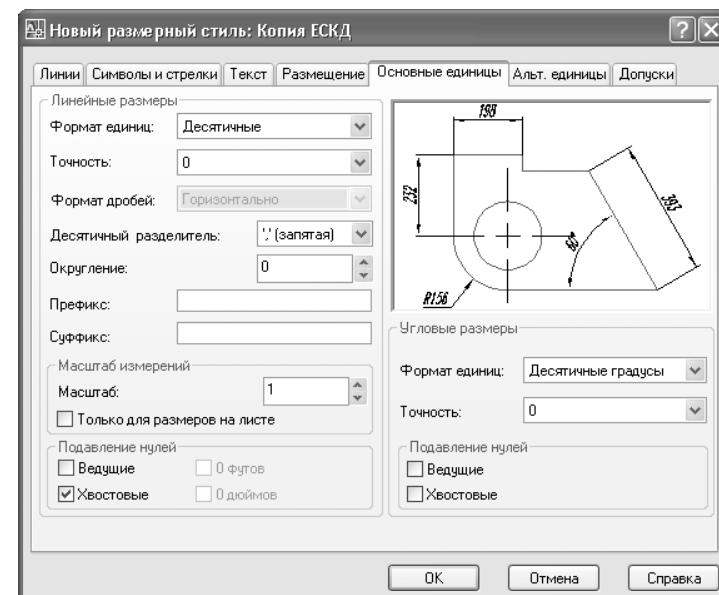

Рис. 11.7 ▼ Параметры точности представления размеров для нового стиля **ЕСКД**
13. Перейдите на вкладку **Основные единицы** (Primary Units) и установите параметры точности представления размеров в соответствии с рис. 11.7: в группах **Линейные размеры** (Linear dimensions) и **Угловые размеры** (Angular dimensions), выберите из списка **Точность** (Precision) значение **0**.